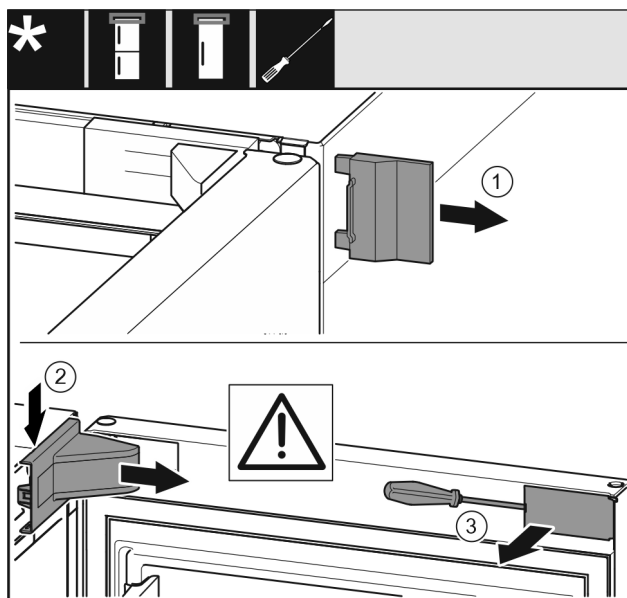

Fig. 12 *
- ▶ Snemite zunanji pokrov Fig. 12 (1).*
- ▶ Snemite in odstranite pokrov ležajnega podstavka Fig. 12 (2).*
- ▶ S ploščatim izvijačem sprostite zaslonko Fig. 12 (3) in jo obrnite na stran.*